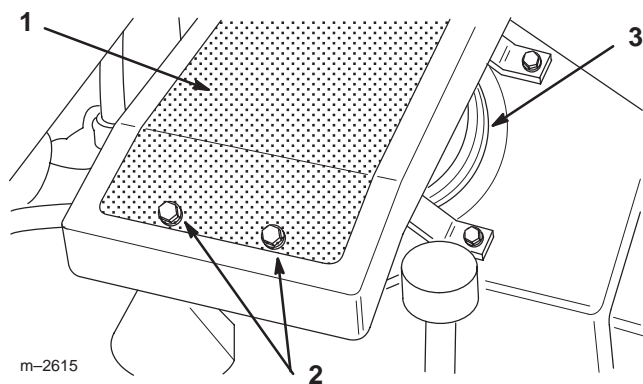

Figure 26
1. Déposez le refroidisseur d'huile du moteur (Fig. 26). Conservez toute la visserie.
2. Soufflez de l'air comprimé sur les ailettes, et entre les ailettes et la grille du refroidisseur d'huile. Si la zone entre la grille et les ailettes est très étroite, déposez le refroidisseur d'huile de la grille. Retirez les deux vis de fixation (Fig. 26). Conservez toute la visserie.
3. Nettoyez l'admission d'air du moteur (Fig. 26).
4. Montez le refroidisseur d'huile sur le moteur avec la visserie retirée précédemment (Fig. 26).